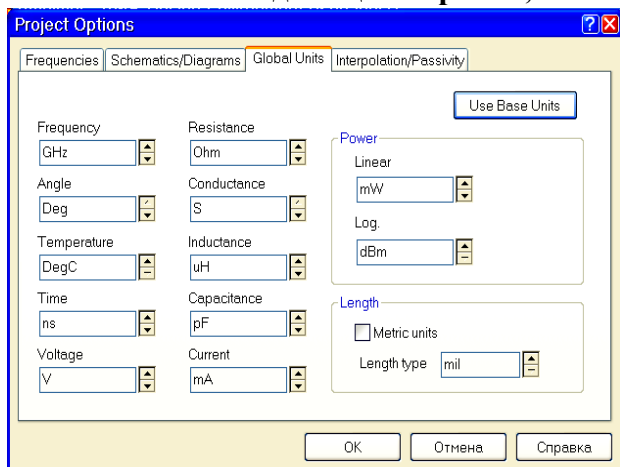

Рис. 4.1
1. Выберите в меню **Options>Project Options** или дважды щёлкните по группе **Project Options** в окне просмотра проекта. Откроется диалоговое окно **Project Options** (рис. 4.1).
3. Установите нужные единицы измерения, щёлкая по стрелкам, справа от поля ввода соответствующей единицы так, чтобы они соответствовали показанным на рис. 4.1, снимите флажок в поле **Metric units** (Метрические единицы), установите **mil** в поле **Length type** и нажмите **OK**.